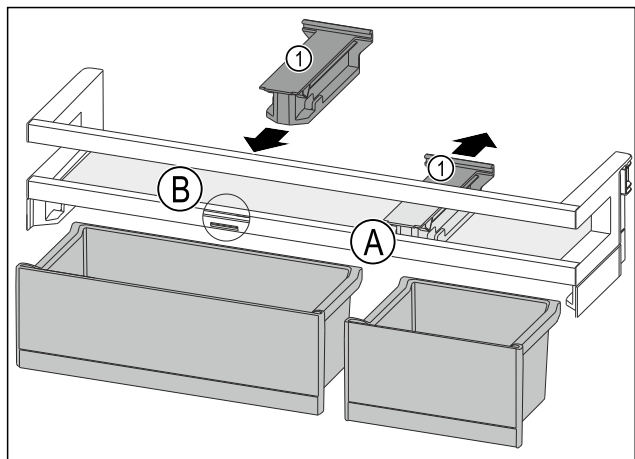

Fig. 142
- ▶ 将定位件 Fig. 142 (1) 向后拉至位置 Fig. 142 (A)。
- ▶ 将定位件 Fig. 142 (1) 插入至位置 Fig. 142 (B)。